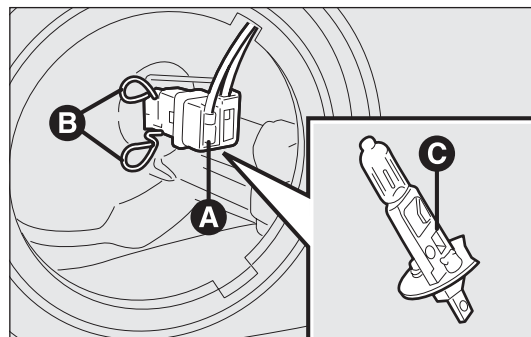

fig. 188
- débrancher le connecteur électrique A-fig. 188;